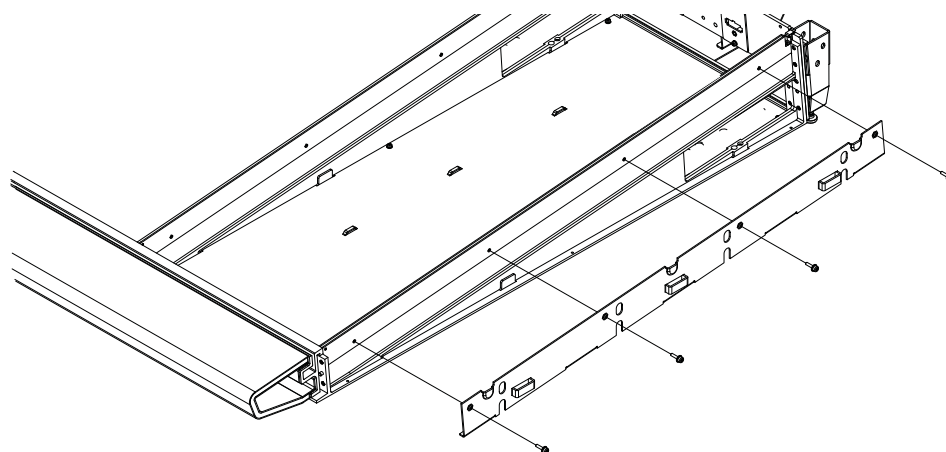

Figure 31. Fixation de la plaque de montage du panneau latéral droit
- 3 Fixez la plaque de montage latérale droite sur le côté droit du châssis, en vous assurant qu'elle est correctement orientée, comme représenté sur la Figure 31.